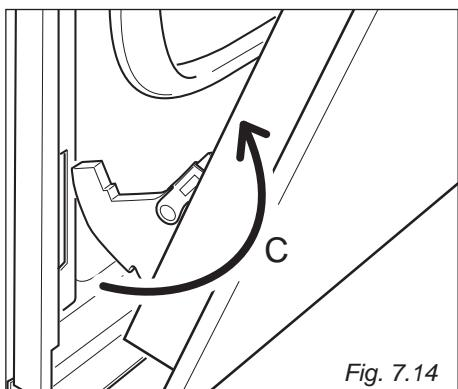

Fig. 7.14
- Retirez les crochets de charnière de leur emplacement en suivant la flèche "C" (fig. 7.14).